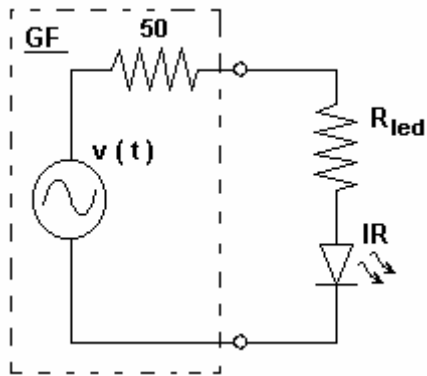
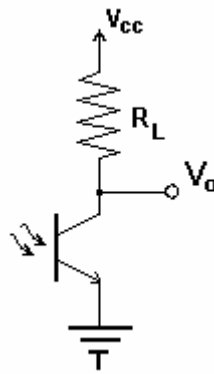

Figura 8: Polarización del led de IR mediante el generador de funciones
Figura 9: Receptor con fototransistor
Para realizar las pruebas pueden utilizar el generador de funciones actuando directamente sobre el led, como puede verse en la **Figura 8**. En esta figura se ha incluido la resistencia de salida de 50Ω del generador de funciones, ya que habrá que tenerla en cuenta si la resistencia R_{led} es muy pequeña.
- 4.3.a) Calcule cuál debe ser R_{led} en la **Figura 8** para que, utilizando una señal cuadrada entre 0 y 5 V, la corriente que atraviese el led de IR sea como máximo 30 mA. Monte dicho circuito y también el circuito de la **Figura 9** (con el fototransistor PT481F, $R_L = 470\Omega$ y $V_{cc} = 5$ V) como receptor, situándolo cerca del emisor. Configure el generador de funciones para obtener una señal cuadrada de 5 V pico a pico y 2,5 V de componente continua a una frecuencia de 445 Hz. Visualice con el osciloscopio simultáneamente la señal del generador de funciones y el voltaje V_o obtenido en el colector del fototransistor. Dibuje los resultados aproximadamente.